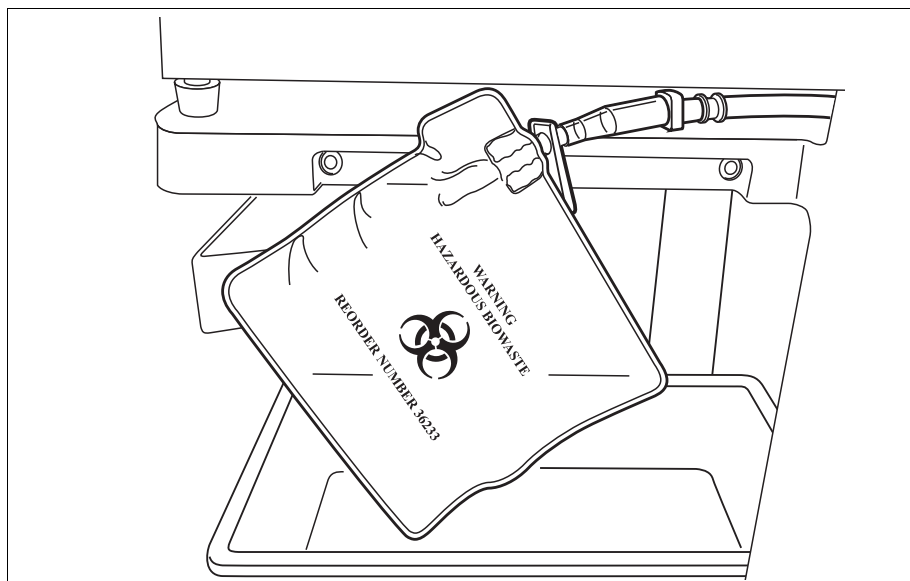

Figure 34, Laisser la poche à déchets présentant des risques biologiques pendre du plateau
3. S'assurer que la tubulure n'est ni pliée ni tordue; laisser la poche et sa tubulure pendre du tube de vidange (voir la Figure 34).